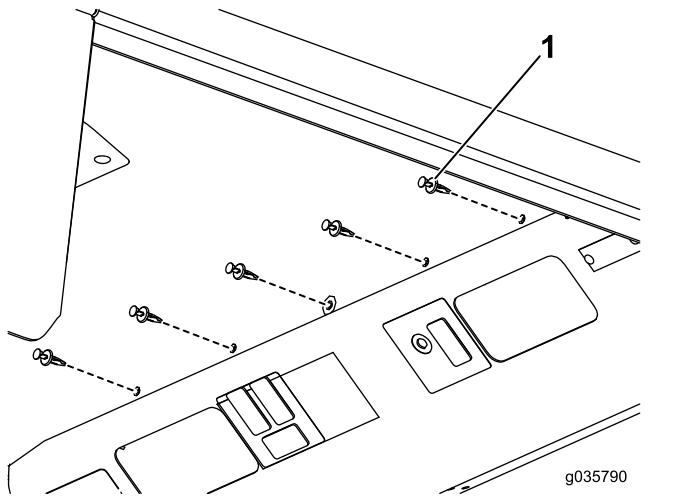

図5
3. リベット10本で、シーリングアセンブリを機体に固定する図5。